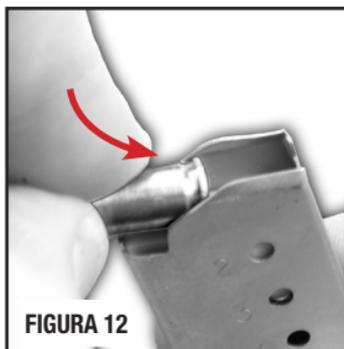

FIGURA 12
- Para cargar el cargador, oprima la cabeza de un cartucho (la parte posterior de éste) hacia abajo en la parte delantera de la guía del recuperador del cargador (o hacia abajo en el caso del cartucho que se cargó antes) y deslice el cartucho totalmente debajo del reborde del cargador hasta que la cabeza toque la parte trasera de este último (FIGURA 12). Repita el procedimiento con todos los cartuchos que desee cargar hasta llegar al límite del cargador. No intente cargar más cartuchos de manera que se sobrepase la cantidad límite del cargador, de lo contrario se podría producir una falla en la alimentación de las balas.